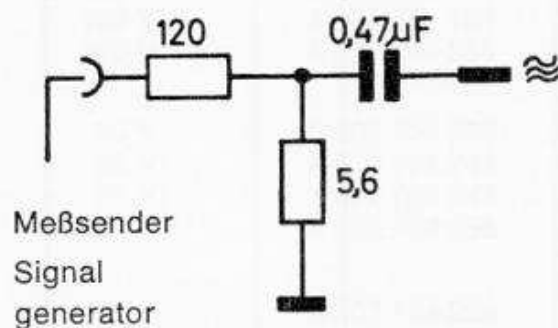

Fig. 1
- 3.6 Beim AM-ZF-Abgleich Spannungsteiler, Fig. 1, verwenden.
- 3.6 For AM-IF alignment use voltage divider, see fig. 1.